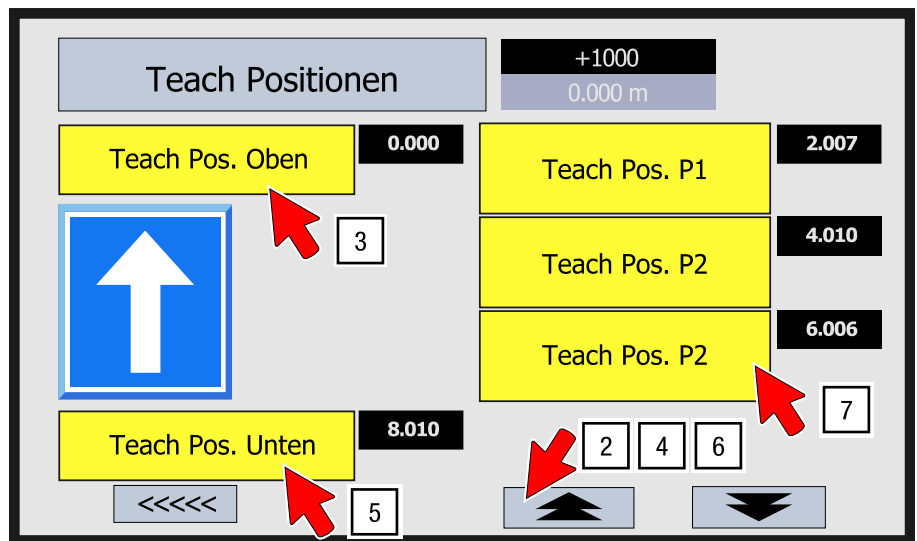

Abb. 47: Teach-Positionen-Menü – Betriebsendschalter und Zwischenpositionen
- ⇒ Sie gelangen ins „Teach Positionen“-Menü und können dort softwareseitig Zwischenpositionen programmieren (siehe Abb. 47).
3. Fahren Sie die gewünschte Position für den oberen Betriebsend an, indem Sie die Positionierung mit F3-Taste (Pfeil hoch) und F4-Taste (Pfeil runter) vornehmen (siehe Abb. 47).
- ⇒ Die Fahrtrichtung wird während der Fahrt als blauer Pfeil dargestellt (siehe Abb. 47).
4. Drücken Sie die Schaltfläche „Teach Pos. Oben“ (siehe Abb. 47).
5. Fahren Sie die gewünschte Stelle für den Betriebsend unten an, indem Sie die Positionierung mit F3-Taste (hoch) und F4-Taste (runter) vornehmen (siehe Abb. 47).
6. Drücken Sie anschließend auf die Schaltfläche „Teach Pos. Unten“ (siehe Abb. 47).
7. Fahren Sie die gewünschte Zwischenposition für den Betriebsend oben an, indem Sie die Positionierung mit der F3-Taste (hoch) und F4-Taste (runter) vornehmen (siehe Abb. 47).
8. Drücken Sie die Schaltfläche „Teach Pos P1 bis P3 “ und speichern Sie die gewünschten Positionen (siehe Abb. 47).